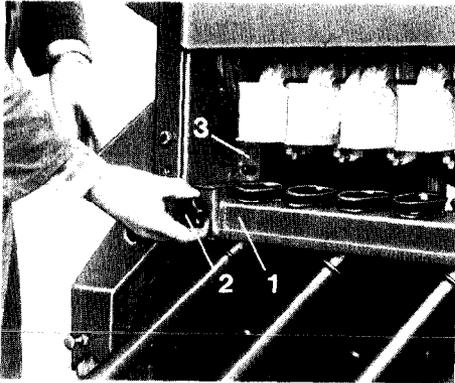

Fig. 22
- Zur Abdrehprobe Trichterschiene (Fig. 22/1) in die mittlere oder untere Position bringen.
Dazu sind die federbelasteten Sperrriegel (Fig. 22/2) rechts und links der Trichterschiene kurz herauszuziehen, die Trichterschiene abzusenken und in die erforderliche Position zu bringen. Die Sperrriegel (Fig. 22/2) rasten automatisch wieder ein und die Trichterschiene ist befestigt.
Die Trichterschiene (Fig. 22/1) kann in der Höhenverstellung (Fig. 22/3) am Seitenteil der Sämaschine in drei Positionen befestigt werden: